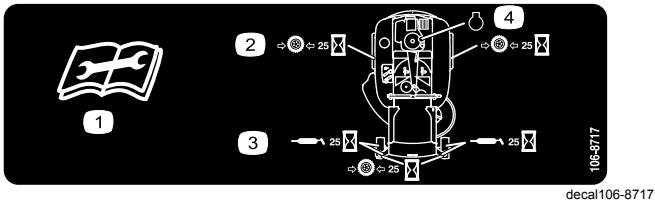

Figura 26
3. Limpie con un trapo los puntos de engrase (Figura 25 y Figura 26).
4. Conecte una pistola de engrasar a cada punto de engrase (Figura 25 y Figura 26).